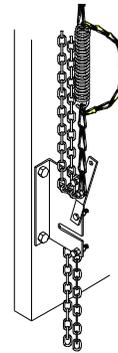

Figure 26 Position embrayée
3. Pour revenir au fonctionnement électrique, tirez simplement le levier vers le haut à la position « embrayée » (Figure 26).